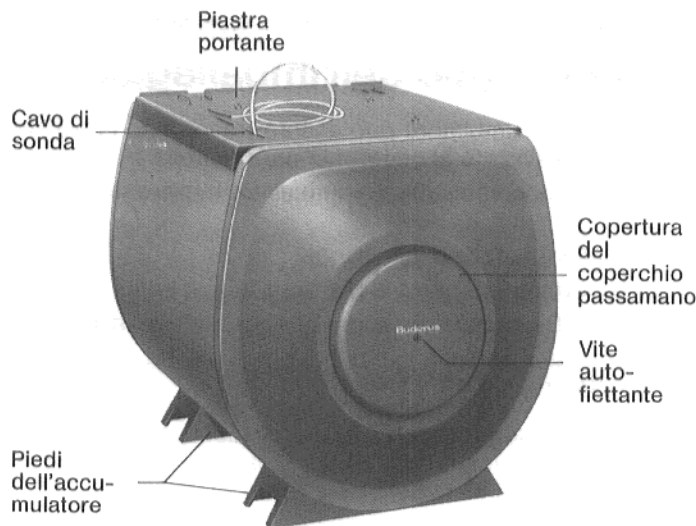

Fig. 6
1. Svitare la vite autofilettante della copertura del coperchio passamano, togliere la copertura e la piastra termoisolante (Fig. 6).